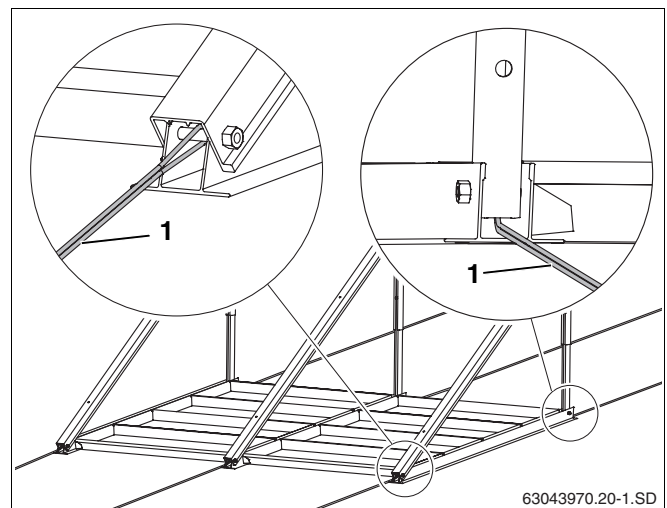

Abb. 28 Flachdachständer mit Seilsicherung
- Jeden Kollektor bauseitig mit mindestens 2 Drahtseilen (Abb. 28, **Pos. 1**) an die Schraube des unteren Profils und an geeigneter Stelle des Daches befestigen.